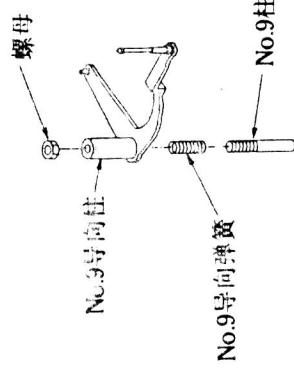

图38
- 步骤: ①取下前装载装置;
②取下压带轮杠杆装置;
③取下凸轮杠杆装置;
④取下装载驱动装置;
⑤取下音频/控制磁头装置;
⑥旋下螺母(应先记录下高出螺母表面的螺纹数),拆下No.9导向杠杆,如图38所示;
⑦重新安装时,按上述相反步骤进行(将螺母拧到记录下螺纹的位置);
⑧安装完毕后,须进行磁头行走系统的检查和调整。